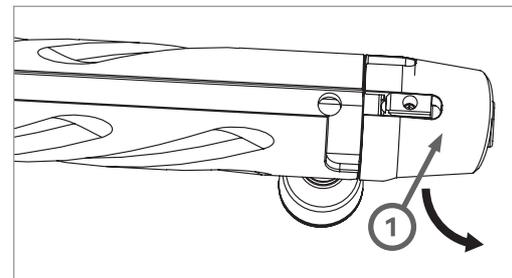

РИС. 40
- ▲ Вставьте муфту (поз. 1, РИС. 40) до упора в затвор, при этом необходимо создать значительное усилие, продавив боевую пружину.